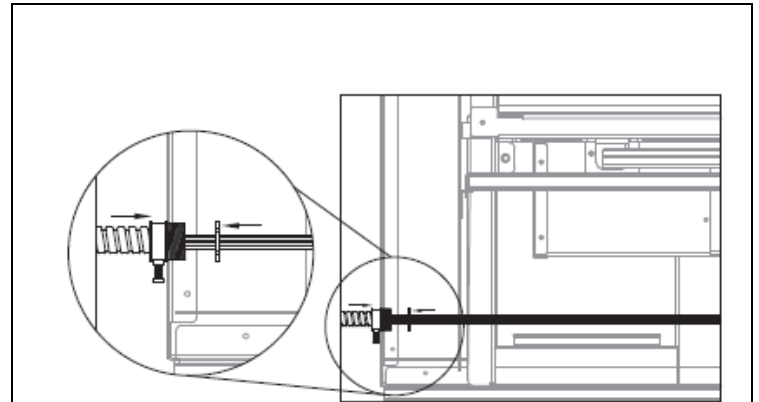

Figure 6.15 - Passer le câble par l'ouverture et fixer en place
4. Insérez le câble déroulé dans la section élargie du trou, jusqu'au début du conduit de câble flexible en métal. Dévissez l'écrou de l'extrémité du conduit de câble et insérez l'extrémité du conduit dans la section étroite du trou d'ouverture. Revissez l'écrou de blocage sur les filets du conduit pour le fixer au foyer. Voir Figure 6.15.